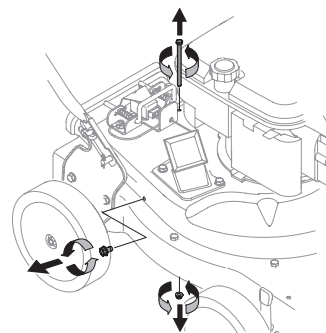

Figure 16
5. Retirez la vis autotaraudeuse à droite de la grille du fléau. Il peut être nécessaire de retirer le support du boyau afin d'accéder à la vis. Voir Figure 16.
6. Retirez le boulon qui se trouve sur le boîtier arrière près du support de montage et l'écrou autobloquant à bride qui fixe la grille du fléau. Voir Figure 16.